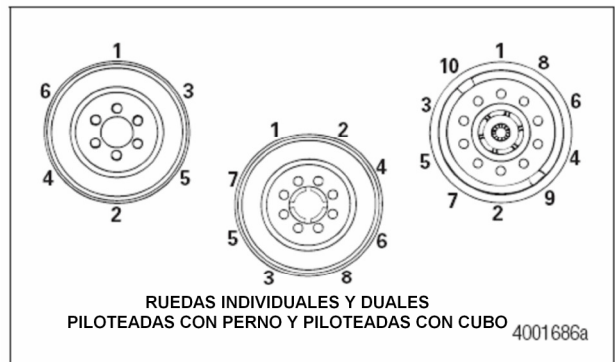

Figura 13.36
11. Siga la secuencia de ajuste del broche del fabricante del disco de llanta cuando instale broches para ayudar a asegurar una carga de abrazadera más alta y más uniforme. Figura 13.36. Siempre verifique los broches en los intervalos de servicio recomendados por el fabricante de la rueda.